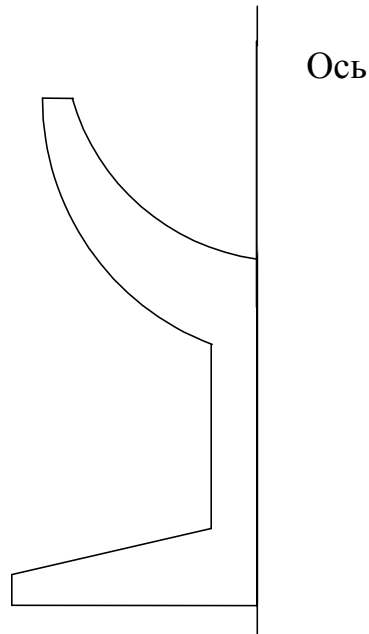

Рис. 20
3. Нарисовать фигуру (рис. 20)